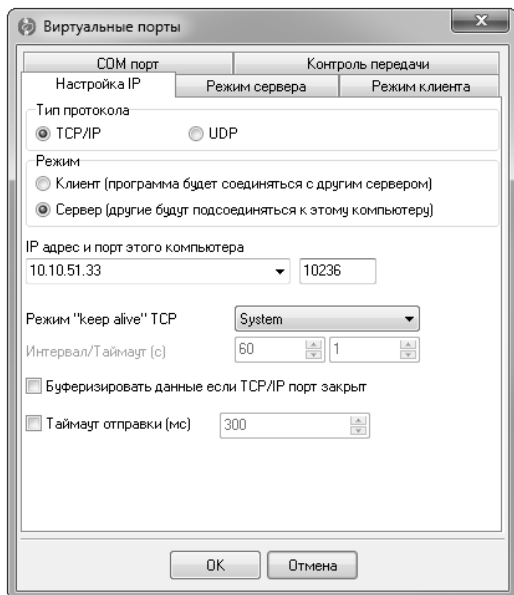
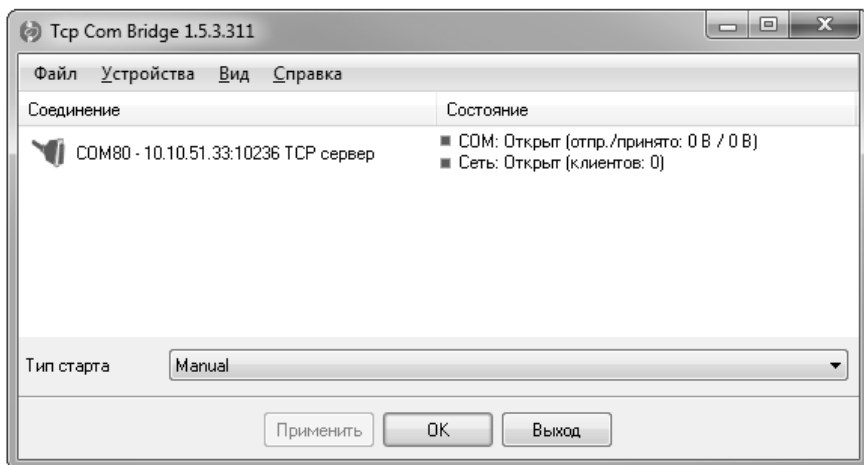

Рисунок 29 – Вкладка «Настройка IP» окна «Виртуальные порты»
Рисунок 30 – Окно программы «TCP COM Bridge»
3.5.13.37 Нажать кнопку «OK» в окне «Виртуальные порты» программы «TCP COM Bridge» (рисунок 29). В главном окне программы «TCP COM Bridge» (рисунок 30) установить тип старта «Windows Registry (all users)».